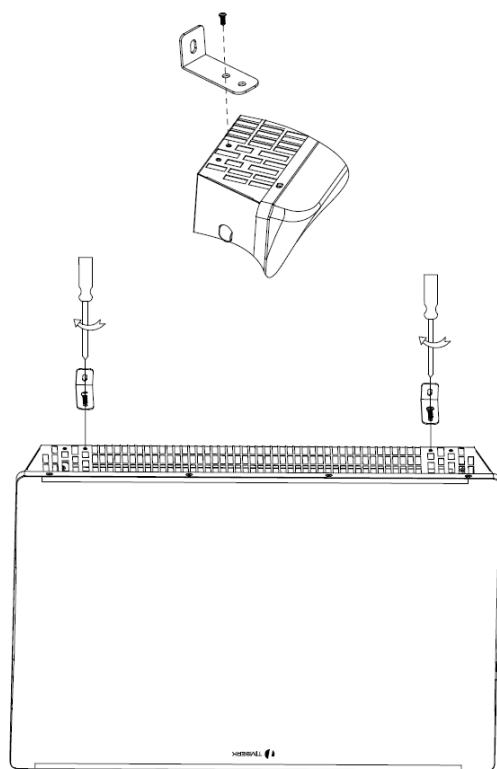

Рисунок 5
5. Переверните прибор, прикрутите с помощью отвертки и винтов крепежи к нижней части прибора с левой и правой сторон (рисунок 5).